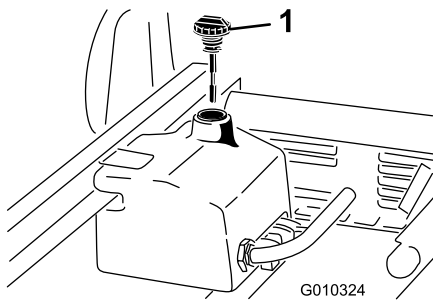

Рисунок 65
4. Очистите зону вокруг заливной горловины и крышки гидравлического бака (Рисунок 65).
6. Извлеките масломерный щуп (Рисунок 65) из заливной горловины и протрите его чистой ветошью.